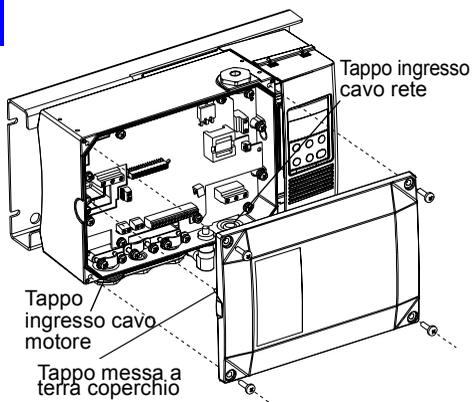

Figura 1
- Rimuovere i tappi dagli ingressi cavi necessari, vedere la Figura 1.
REINSTALLARE IL COPERCHIO DEL CONVERTITORE. (Assicurarsi che il connettore di messa a terra del convertitore sia correttamente inserito, si veda la Figura 1, e serrare le quattro viti.)